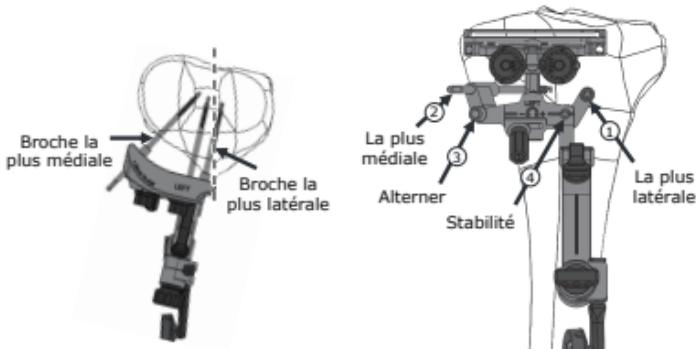

Figure 4 : Fixation du guide de coupe et mise en place des broches
Pour installer le guide de coupe tibiale réglable, vérifiez que toutes les molettes sont réglées sur la position 0, afin de bénéficier de la plage de réglages complète du dispositif. La fente de coupe doit être alignée sur l'emplacement prévu de la résection. Installez l'embase de fixation tibiale avec la broche la plus latérale sur, ou médiale à la tubérosité tibiale, comme illustré dans la Figure 4. En option, les instruments d'alignement manuel suivants sont compatibles avec le guide de coupe tibiale réglable. Reportez-vous au guide de technique chirurgicale associé pour les instructions d'utilisation.
Une fois l'alignement établi, vérifiez que l'emplacement des broches correspond à l'incision. Positionnez la broche-guide la plus latérale de l'embase de fixation sur la tubérosité tibiale médialement au tendon rotulien subluxé et vérifiez que la broche-guide la plus médiale par rapport à l'embase de fixation se trouve à l'intérieur de la plaie. Placez d'abord la broche la plus latérale (1), puis la broche la plus médiale (2), comme indiqué dans la Figure ci-dessus, en veillant à ce qu'elles se fixent correctement dans l'os. Pour les patients de petite taille, il est possible de placer une autre broche médiale (3), comme illustré dans la Figure 4. Pour plus de stabilité, il est possible de mettre en place une troisième broche (4).